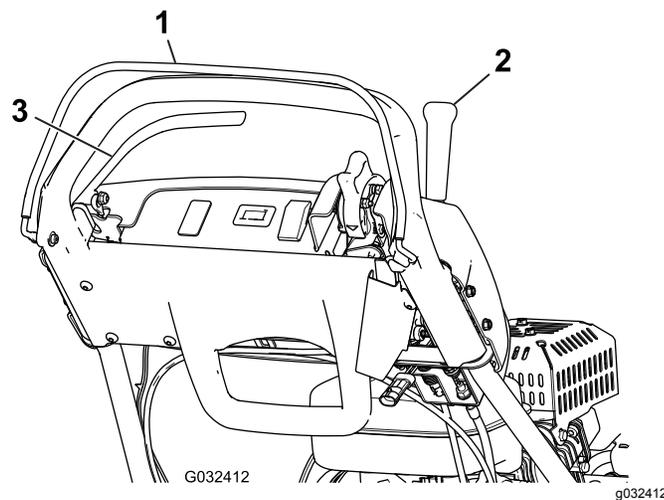

Рисунок 31
3. Попробуйте привести в действие рычаг тяги при ненажатом механизме контроля присутствия оператора (Рисунок 31). Рычаг тяги не должен включаться. Если рычаг тяги включается, то система блокировки нуждается в ремонте. Устраните неисправность перед началом работы; см. Обслуживание блокировочного переключателя тяги \(страница 33\).
4. При нажатом механизме КПО и включенном рычаге тяги отпустите КПО (Рисунок 31). Рычаг тяги должен отключиться. Если рычаг тяги не отключается, то система блокировки нуждается в ремонте. Устраните неисправность перед началом работы; см. Обслуживание блокировочного переключателя тяги \(страница 33\).
5. При нажатой рукоятке механизма контроля присутствия оператора и передвинутым влево рычаге переключения передач включите приводы барабана и тяги и отпустите рукоятку (Рисунок 31). Рычаг тяги должен отключиться. Если рычаг тяги не отключается, то система блокировки нуждается в ремонте. Устраните неисправность перед началом работы; см. Обслуживание блокировочного переключателя тяги \(страница 33\) или Регулировка управления барабаном \(страница 37\).
6. При нажатом механизме КПО и передвинутым влево рычаге переключения передач включите приводы барабана и тяги, переведите рычаг переключения передач вправо для отключения привода барабана (Рисунок 31). Привод тяги должен отключиться. Если рычаг тяги не отключается, система блокировки нуждается в ремонте. Устраните неисправность перед началом работы; см. Регулировка управления барабаном \(страница 37\).
2. При нажатом механизме КПО включите рычаг тяги и приведите органы управления двигателем в положение запуска (Рисунок 31). Попробуйте запустить двигатель. Двигатель не должен запускаться. Если двигатель запускается, то блокировочный выключатель нуждается в ремонте. Устраните неполадку перед эксплуатацией. См. Обслуживание блокировочного переключателя тяги \(страница 33\)
2. При выключенном рычаге тяги, включенном рабочем тормозе и установленных в положение запуска органах управления двигателем (Рисунок 31) попробуйте запустить двигатель. Двигатель должен завестись. Если двигатель не запускается, то блокировочный выключатель нуждается в ремонте. Устраните неисправность до начала работы на машине; см. (страница).
3. При работающем двигателе включите рабочий (но не стояночный) тормоз, нажмите механизм контроля присутствия оператора (КПО) и включите рычаг тяги (Рисунок 31). Двигатель должен работать, преодолевая сопротивление тормоза, но не должен глохнуть. Если двигатель сразу же заглох, блокировочный выключатель нуждается в ремонте. Устраните неисправность до начала работы на машине; см. (страница).
4. При работающем двигателе затяните фиксатор стояночного тормоза, нажмите механизм контроля присутствия оператора и включите рычаг тяги (Рисунок 31). Двигатель следует заглушить. Если двигатель не глохнет, блокировочный выключатель нуждается в ремонте. Устраните неисправность перед началом работы; см. (страница).